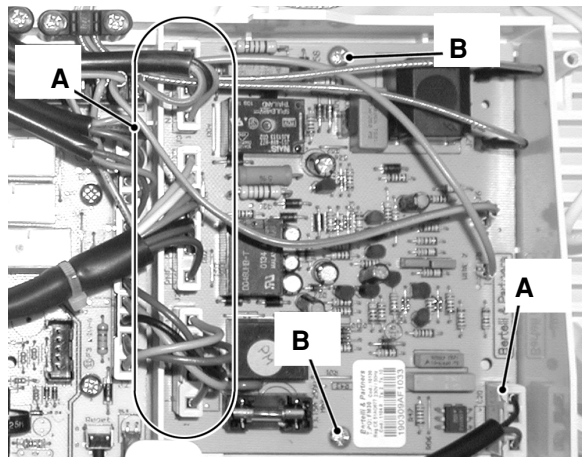
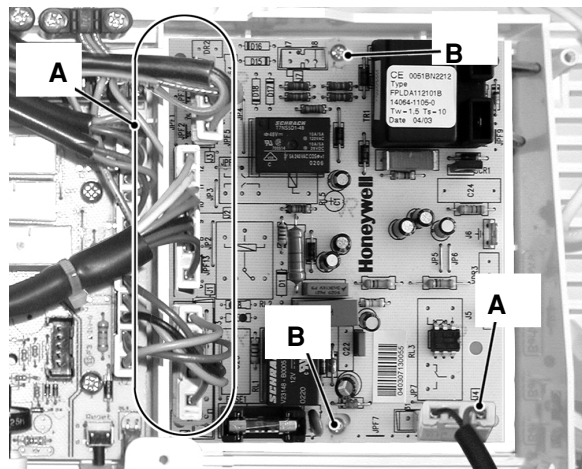

fig. 1 Scheda Bertelli FM30
fig. 2 Scheda Honeywell FPLDP
- 2) Rimuovere tutte le connessioni elettriche **A** della scheda di accensione - rivelazione fiamma (fig.1-fig.2).
- 3) Togliere le viti **B** che fissano la scheda al pannello comandi e rimuoverla (fig.1-fig.2).